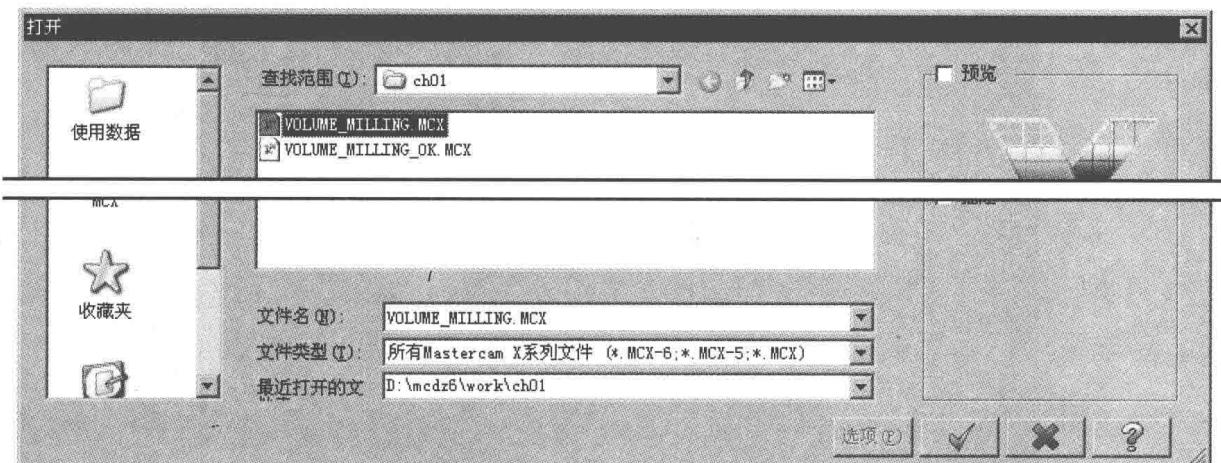

图 1.2.1 “打开”对话框
Step1. 打开原始模型。选择下拉菜单 **文件** → **打开文件** 命令，系统弹出图 1.2.1